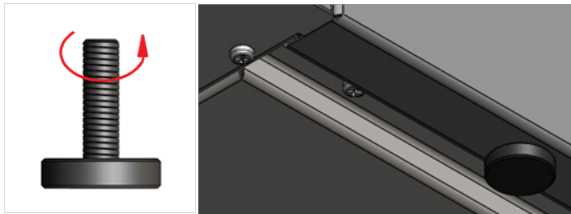

Bild 5. Der im unteren Teil des Unterbaus eingeschraubte Geräterfuß
1. Die Füße des Gastronomiegeräts herausschrauben (Bild 5)
3. Anschließend den Unterbau mit dem Gastronomiegerät (mit Hilfe der zuvor herausgeschraubten Füße) zusammenschrauben (Bild 5).